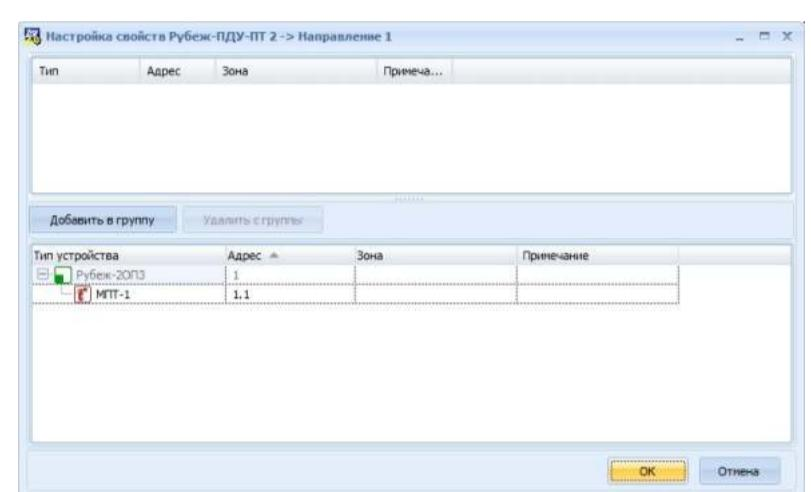

Рисунок 5
4.4 Затем раскрыть список направлений, правым кликом вызвать выпадающее меню для требуемого направления и выбрать пункт «Свойства» (см. рисунок 5). В открывшемся окне в нижнем поле будет список доступных ИУ, в верхнем – список ИУ, приписанных к направлению.